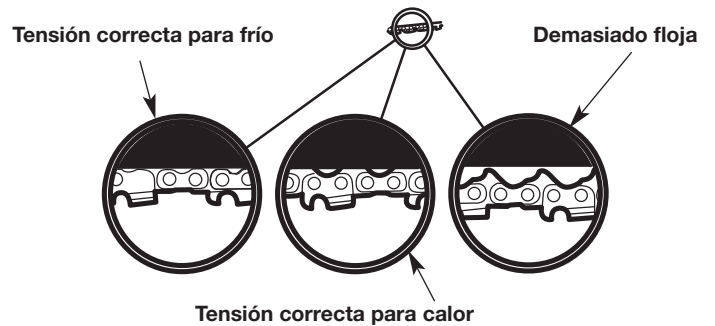

Fig. 31
La tensión de cadena deseada depende de la temperatura de la cadena de la sierra (Fig. 31).
- Tensado de cadena fría - La cadena de la sierra deberá encajar justo contra la parte inferior de la barra guía. No debe haber ninguna flojedad (Fig. 31).
- Tensado de cadena caliente - La sierra se expandirá a medida que se calienta durante la operación. Los eslabones de impulsión deben colgar aproximadamente 1/16 pulgadas (1,3 mm) fuera del surco de la barra guía (Fig. 31).